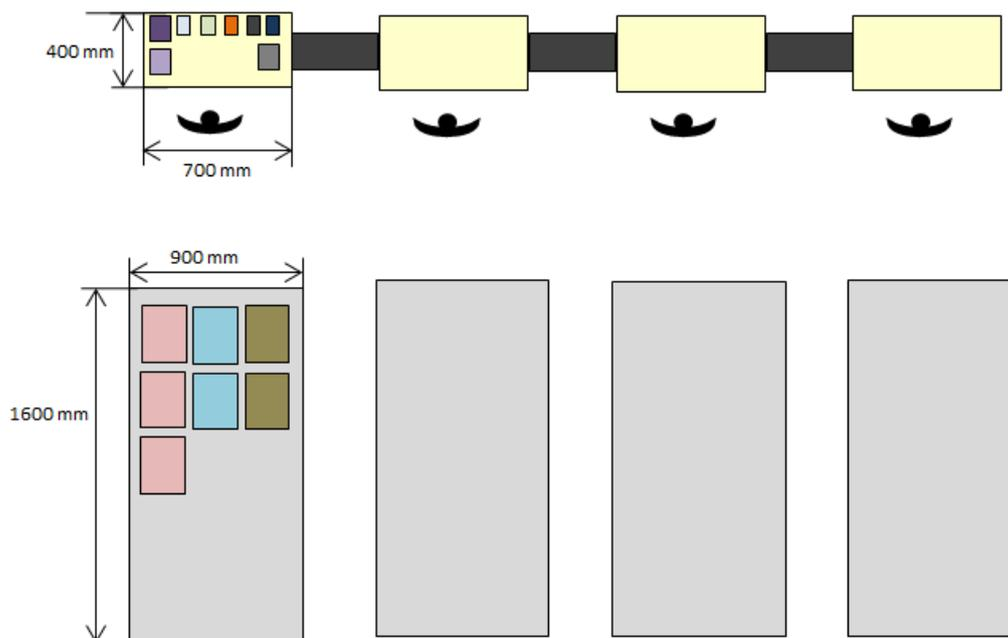

Figura 3. Layout linea di assemblaggio con relative misure.
Il sistema di gestione dei materiali necessari per le operazioni di assemblaggio prevede che i materiali vengano “tirati” dagli operatori di produzione per mezzo di cartellini Kanban. Ogni operatore ha su proprio banco di lavoro e su appositi bancali dietro di sé un'area sufficiente per stoccare in maniera temporanea i componenti che poi utilizzerà per assemblare i prodotti. L'area di lavoro dell'operatore e le aree di stoccaggio temporaneo componenti a bordo linea sono presentate dalla Figura 3. La gestione dei materiali prevede che ciascun codice componente sia stoccato a bordolinea in appositi contenitori (Stock Keeping Unit, SKU), ognuno dei quali è contraddistinto da dimensioni volumetriche e capacità contenitiva in funzione del componente contenuto. L'operatore troverà vicino a sé un certo numero di SKU per ciascun componente, che contengono solo componenti dello stesso tipo. Tuttavia non è noto a priori il numero di SKU per ciascun componente da tenere a bordo linea. Questo numero può essere determinato utilizzando il calcolo del numero di cartellini kanban sapendo che il valore di  $K=1$  e  $\sigma =10\%$  per ogni componente. Inoltre, la Tabella 4 mostra il Lead Time (LT) di approvvigionamento per ciascun componente, unitamente alla capacità e alle dimensioni esterne della SKU da utilizzare.